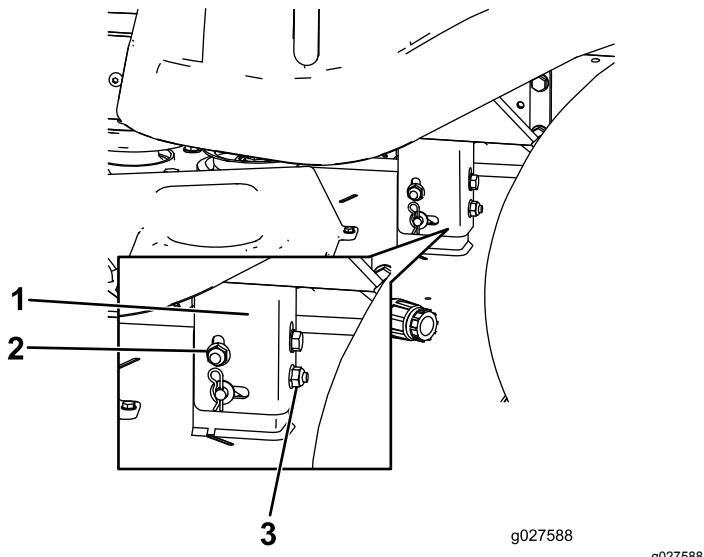

Figura 55
8. Eleve o baje el lado izquierdo de la carcasa de corte girando la tuerca de bloqueo trasera. \(Figura 55\).